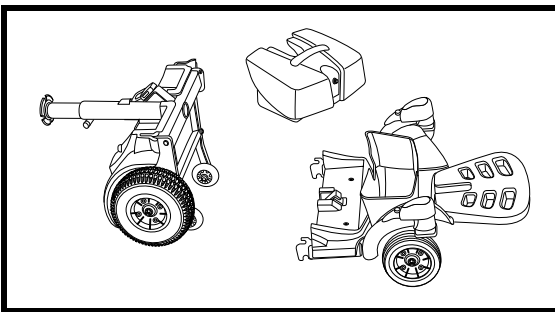

Abb. 13. Einbauen des Heckteils
1. Kippen Sie das Heckteil des Go-Chairs rückwärts auf die Stützräder. **Siehe Abb. 13.**